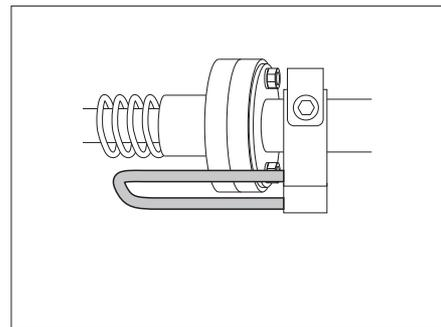

Bild 122 Sicherungshebel in Stellung gesichert
- ▶ Vor der Benutzung des Bettes prüfen, ob sich der Sicherungshebel in der gesicherten Position befindet (Bild 122).
- Sicherungshebel in die gesicherte Position stellen (Bild 122).